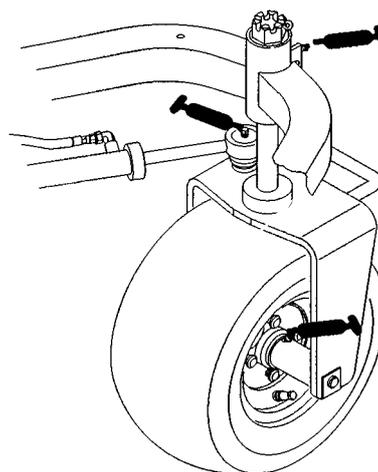
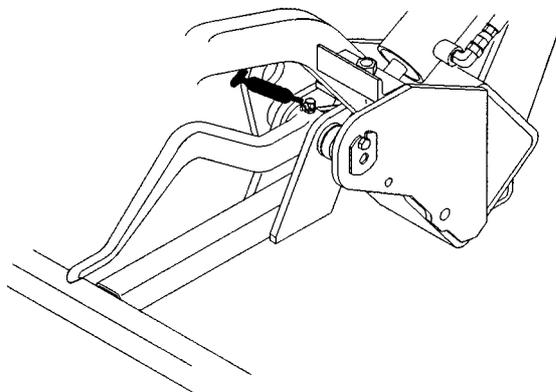
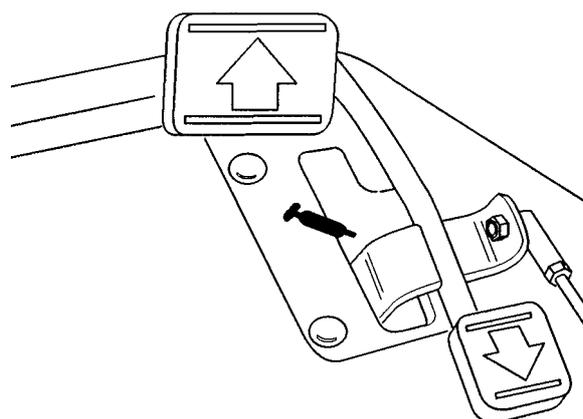

Figure 19
Figure 20
Figure 21
Graisser les roulements et manchons suivants du groupe de déplacement: moyeu de roue arrière (1), roulement de roue pivotante (1), vérin de direction (2) (Fig. 19), bras de relevage (3) (Fig. 20), pivot de la pédale (1) (Fig. 21).